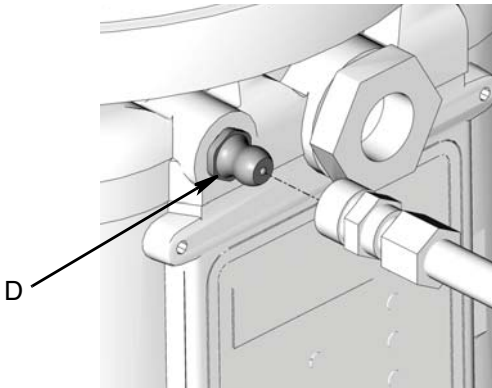

ABB. 19
- Säubern Sie vor Befüllung des Schmiermittelbehälters Verschraubung (D) (ABB. 19) immer erst mit einem trockenen Tuch. Schmutz und/oder Schmutzteilchen können die Schmiermittelpumpe und/oder das Schmiermittel beschädigen.
1. Schließen Sie den Füllschlauch an der Einlassverschraubung an (ABB. 19).